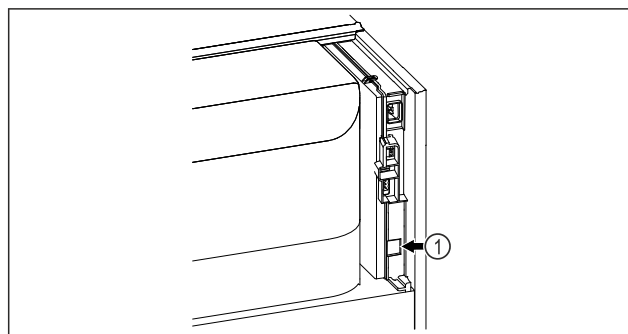

Fig. 83
- ☐ SmartModule Fig. 83 (1) è inserito.